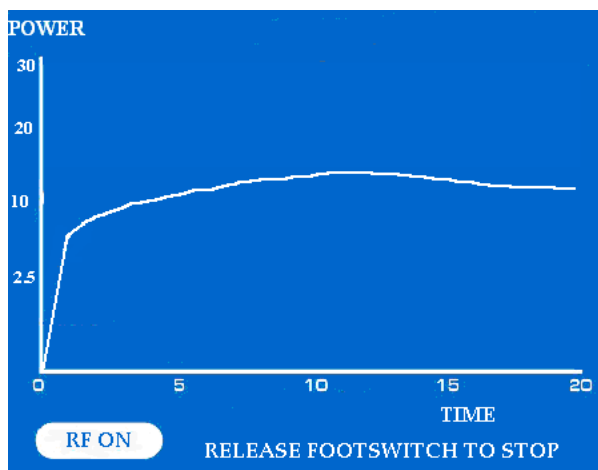

Figura 11: Grafik i afshimit të energjisë (Penat "Isolator") që tregon modalitetin "RF ON" (shfaqet tani)
- i. Në ekranin grafik LCD shfaqet një grafik në kohë reale i energjisë së matur të dërguar në inde, me një tolerancë +/- 20%. Grafiku i energjisë është në një shkallë 20-sekondëshe (referojuni **Figura 11**).
- ii. Sistemi do të ndalojë punën automatikisht dhe do të ndalojë ablacionin nëse përdoruesi nuk e lëshon pedalin e kontrollit brenda 40 sekondave (referojuni **Figura 11**).